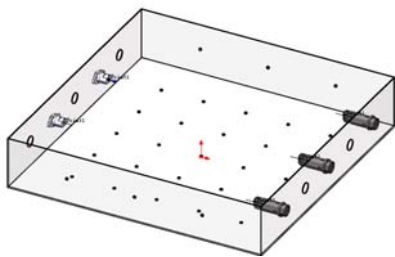
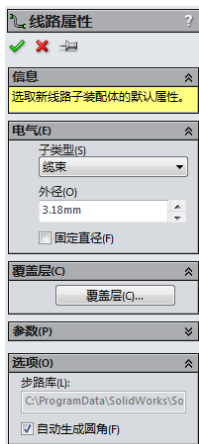

图 18-25 接头位置
图 18-26 “线路属性”属性管理器
⑤ 当 battery1 插入到模型后，“插入零部件”缩略图中显示为 led1，同时光标显示线路接头“led1”的预览。将 led1 与模型右侧第一个孔相配合。采用同样的方式放置其余几个接头，放置的位置如图 18-25 所示。全部放置完成后会弹出“提示”对话框，单击“是”按钮开始设计线路，此时系统弹出如图 18-26 所示的“线路属性”属性管理器。